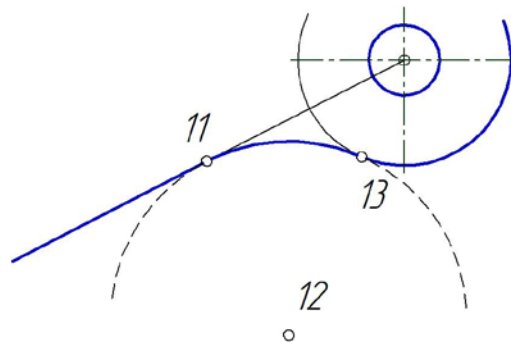

Рис. 1.41. Обводка контура с помощью команды «Дуга окружности»
6. Обведите сопрягающие дуги (рис.1.41):